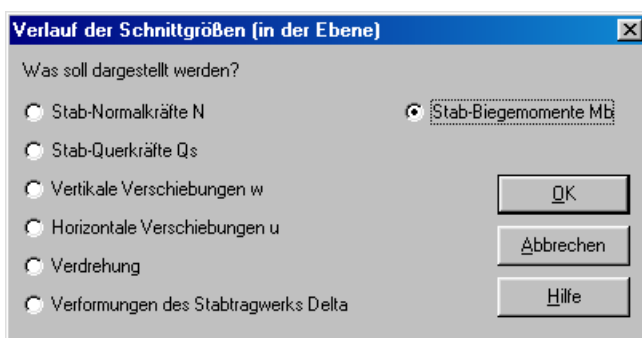

Bild 8-39 Optionsfeld "Verlauf der Schnittgrößen (in der Ebene)"
- Wählen Sie "Stäbe" und dann "Verlauf der Schnittgrößen (in der Ebene)" aus dem "Graphik"-Menü von *ELPLA-Graphik*. Das folgende Optionsfeld im Bild 8-39 erscheint